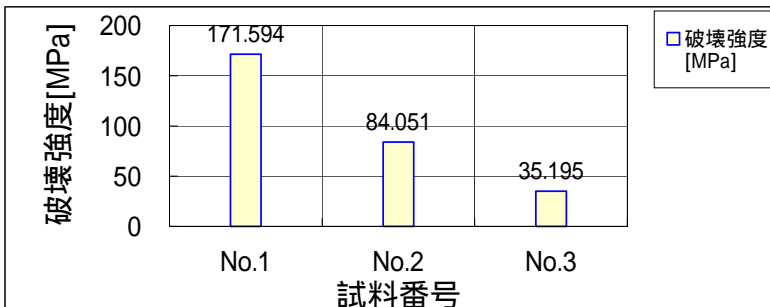

図4 試料番号と破壊強度の関係
- 試験した「結果のまとめ(平均値)」を表1と図4に示します。
4) 表1と図4よりほぼ同じ粒径でありながら、破壊強度の最も高いのは試料番号 No.1 で、他の試料よりラップ圧力を大きくしても目つぶれを起こすことが少なく、また、速度を速くしても砥粒の破碎が遅いという、優れた性質を持っていることがわかります。このように圧縮試験することにより、砥粒の強度が把握でき、ラッピング加工が能率よく行えます。